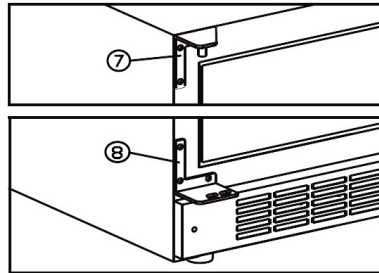

fig. 8.4
- Monter vedlagte venstre top- og bundhængsel (7 + 8). Se fig. 8.4
- Isæt den tidligere afmonterede dørtap (3) i bundhængslet
- Monter døren op i tophængslet (7) og ind på dørtappen (3), fastscrew dørtappen (1)